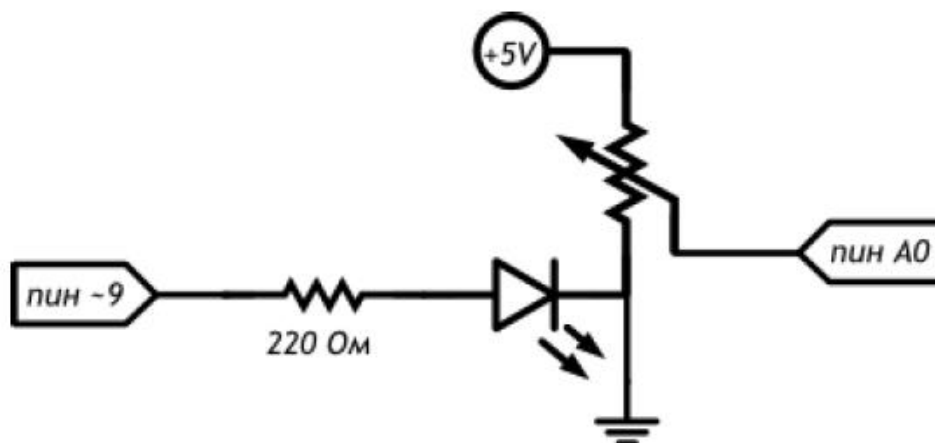

Рисунок 1.2 – Электрическая принципиальная схема
1. Подключите компоненты к плате согласно электрической принципиальной схеме (рисунок 1.2).